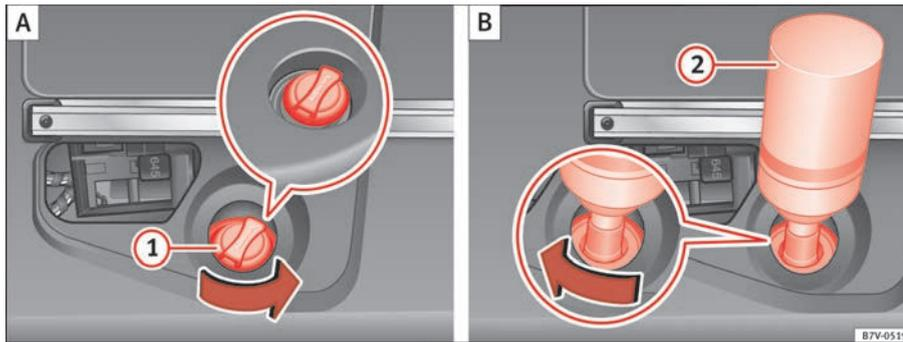

Abb. 172 AdBlue-Tank mit Verschluss des Tankeinfüllstutzens und Nachfüllflasche.
- Verschluss des Tankeinfüllstutzens ⇒ Seite 313, Abb. 172 ① entgegen dem Uhrzeigersinn herausdrehen.
- Verschluss des Tankeinfüllstutzens ⇒ Seite 313, Abb. 172 ① im Uhrzeigersinn hineindrehen, bis er eingerastet ist.